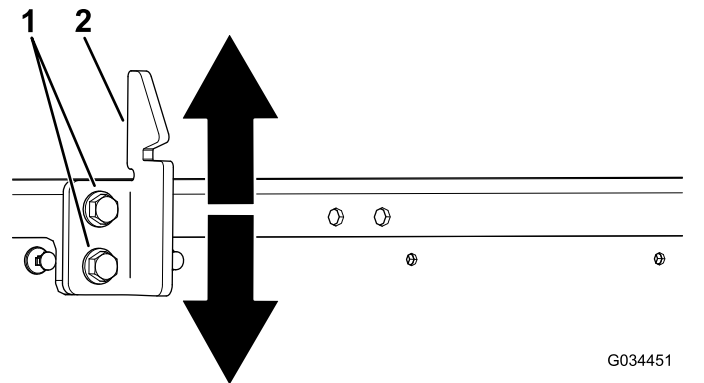

Bild 67
3. Lösen Sie die zwei Schrauben am Schlagbolzen des Ladepritschenriegels und bewegen Sie den Schlagbolzen nach oben oder unten, je nach dem, ob der Schlagbolzen zu hoch oder zu niedrig ist (Bild 67).
4. Ziehen Sie die zwei Schrauben am Schlagbolzen des Ladepritschenriegels an (Bild 67).